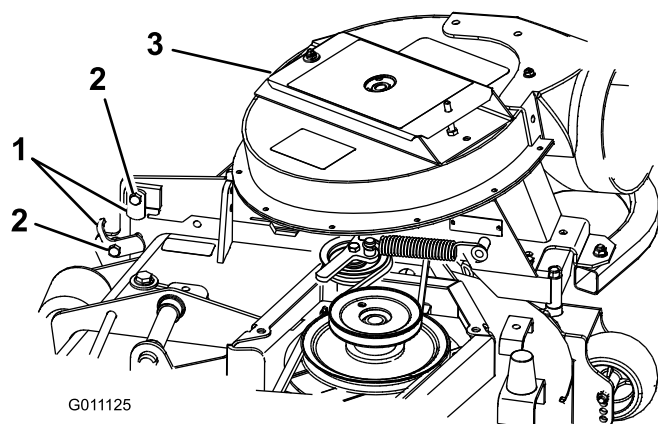

Figura 17
3. Cierre el conjunto del soplador para ver si los cierres están correctamente ajustados. Afloje o apriete el perno de manera que los cierres sujeten firmemente el conjunto del soplador contra la carcasa de corte, pero que puedan ser liberados a mano (Figura 17).